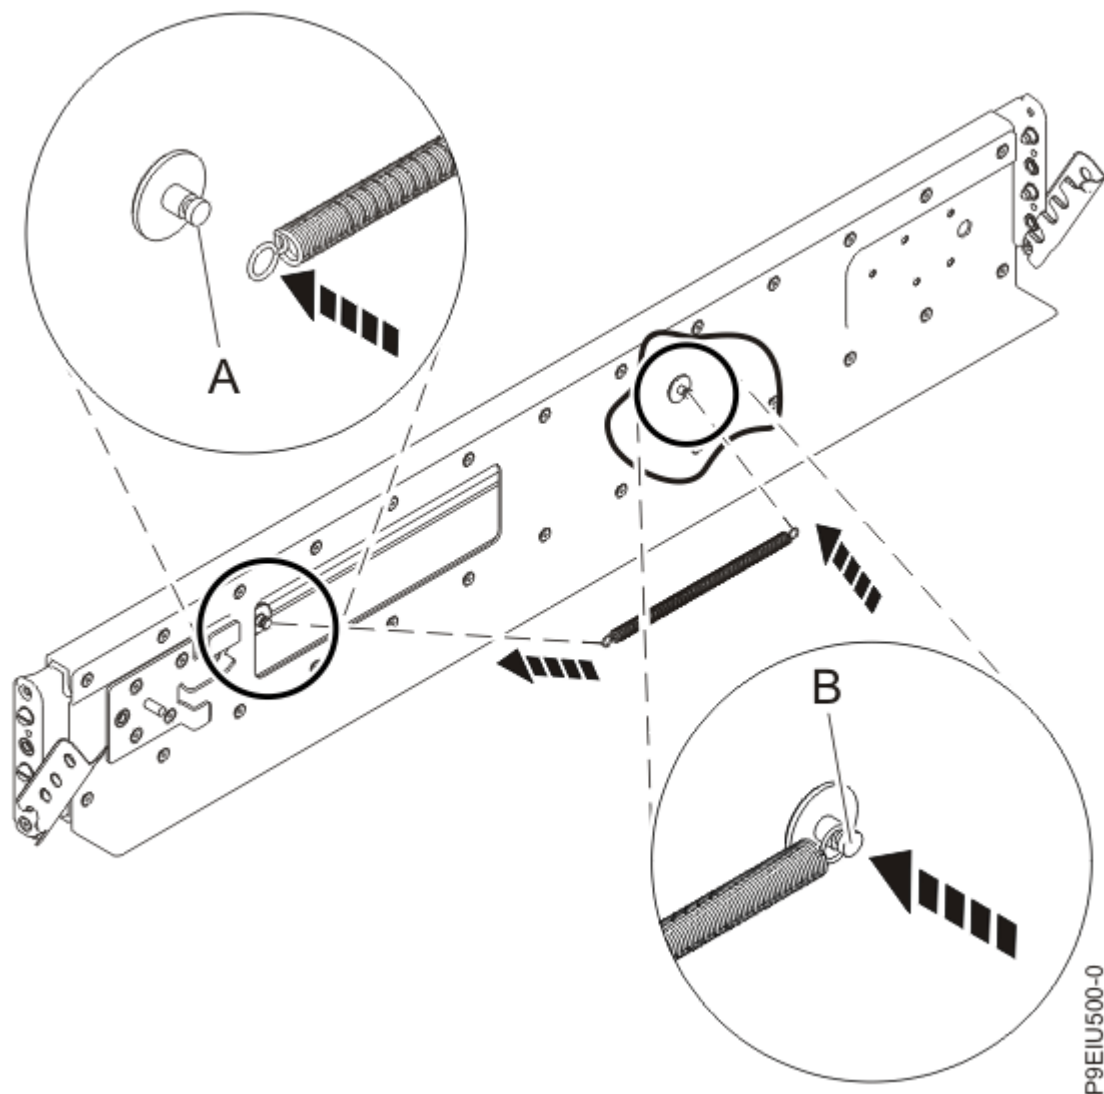

Figura 3. Instalando a mola no trilho
4. Instale a moda no trilho prendendo uma extremidade em volta um dos suportes circulares **(A)** e a outra extremidade em volta do outro suporte circular **(B)** conforme mostrado em Figura 3 na página 5.